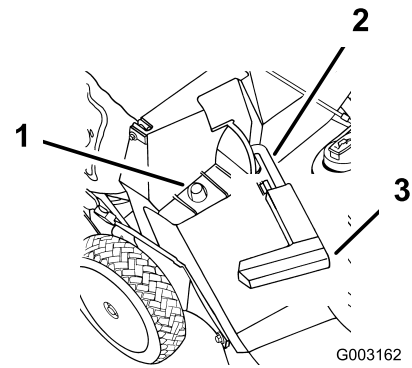

Figura 18
2. Asegúrese de que el tirador de la puerta de descarga está totalmente hacia adelante y que la clavija está situada en el cierre (Figura 18).
3. Coloque el agujero del marco de la bolsa sobre el poste de retención en el conducto de descarga (Figura 18).
2. Levante el tirador de la puerta de descarga y muévelo hacia adelante para que la clavija entre en el cierre (Figura 18).